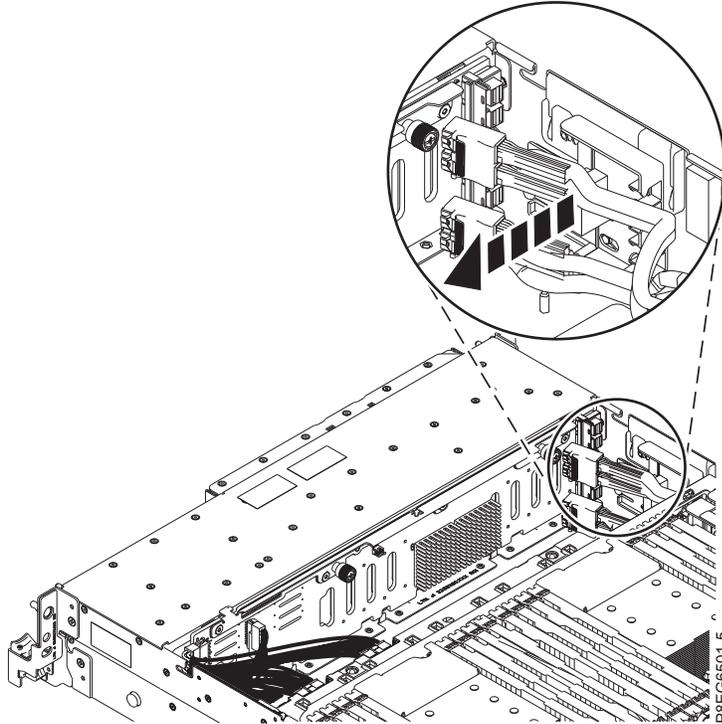

Abbildung 15. Abziehen der SAS-Kabel
4. Ziehen Sie die vorderen SAS-Kabel aus der Kabelführung an der Seite des Systemchassis (wie dargestellt in Abb. 15 auf Seite 19).